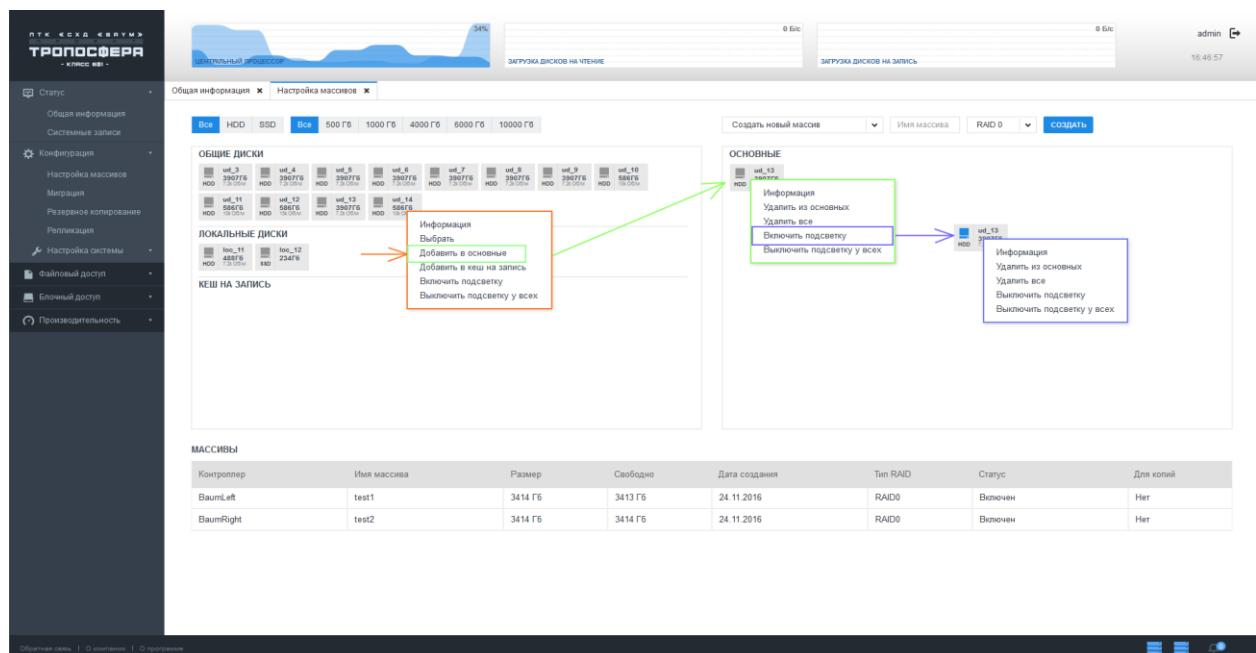

Рисунок 27 – Настройки создаваемого массива
- 6) Нажать на кнопку «Создать». Появится созданный массив (см. Рисунок 27).